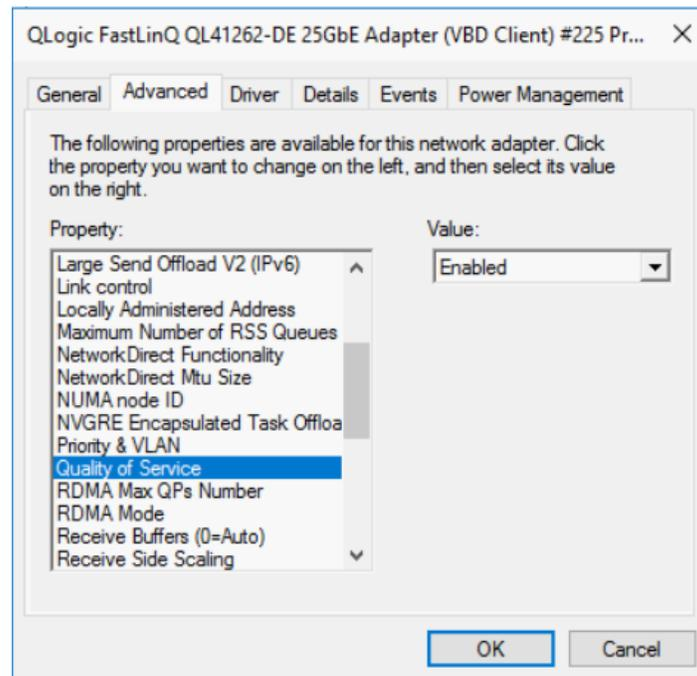

Abbildung 13-9. Erweiterte Eigenschaften: QoS aktivieren
- b. Wählen Sie auf der Seite „Advanced properties“ (Erweiterte Eigenschaften) des Adapters (Abbildung 13-9) unter **Property** (Eigenschaft) die Option **Quality of Service** (Servicequalität) aus und setzen Sie den Wert auf **Enabled** (Aktiviert).